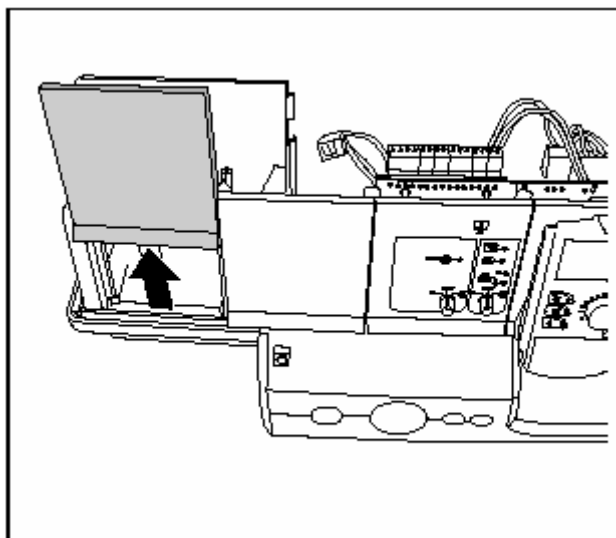

Рис. 4 Удалить заглушку
- Удалить заглушку гнезда (гнезда, рис. 4), в которое необходимо вставить функциональный модуль.